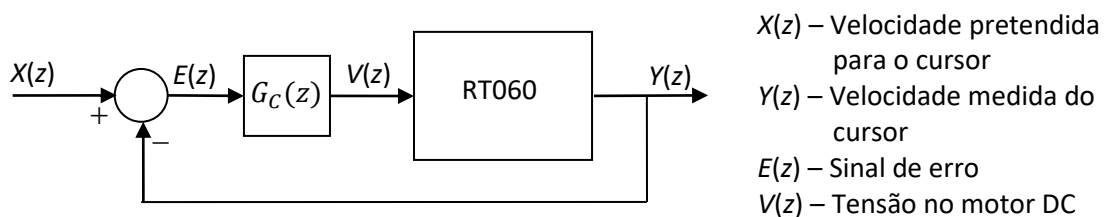

Fig. 1. Malha de realimentação com compensador  $G_C(z)$ .
**2.1.** Desenvolva uma função no MATLAB que implemente o esquema de controlo apresentado na Fig. 1, sendo  $G_C(s)$  uma função de transferência a especificar, que implementa o elemento controlador. Considere, nessa implementação, um período de amostragem fixo de 0.2 segundos (sugestão: use as funções *tíc* e *toc* para o efeito).
Partindo sempre da posição 10 mm (cursor parado), e aplicando-se o valor de  $V_{REF}$  na entrada do sistema da Fig. 1, pretende-se que a saída do sistema adquira, em regime estacionário, um valor o mais próximo possível de  $V_{REF}$ , com um tempo de estabelecimento o menor possível. A sobrelevação não deverá ser superior a 20%. Projete (com base nos conhecimentos adquiridos nesta UC) um controlador que verifique o melhor possível estes requisitos, e teste o seu comportamento para diferentes valores de  $V_{REF}$ .